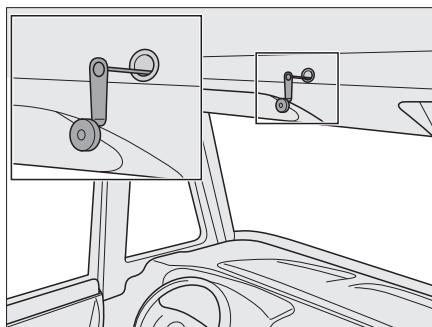

Fig. 172 Azionamento di emergenza del letto basculante elettrico
- ▷ In caso di black-out elettrico il letto basculante può essere azionato anche con una manovella di emergenza (Fig. 172). Essa si trova nella cucina componibile.